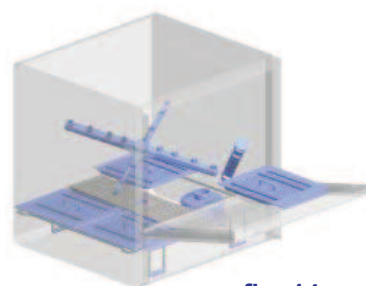

fig. 14
- Retirar os rotores agindo sobre os parafusos de fixação e limpar cuidadosamente os injetores, os braços de lavagem e enxaguamento debaixo de água corrente. Retirar os filtros de superfícies (se presentes) e limpá-os com uma escova debaixo de água corrente (ver fig. 14).